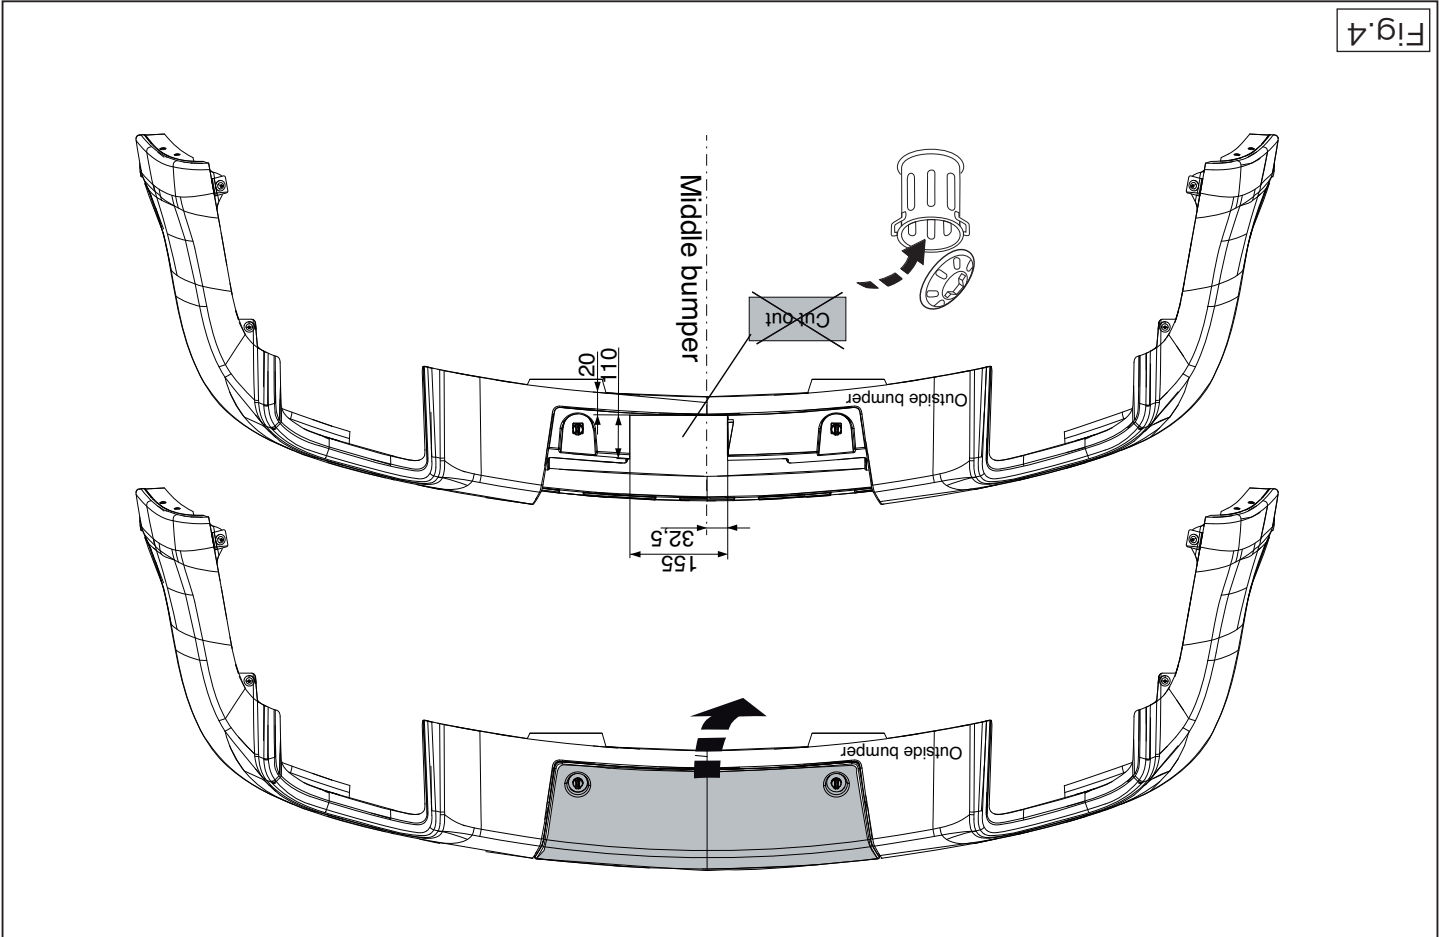

Fig.4
12. Saw out the portions as indicated in fig. 4.
12. Gemäß Abb. 4 die angegebenen Teile heraussägen.
12. Scier les parties indiquées conformément à la figure 4.
12. Såga ut delarna enligt fig. 4.